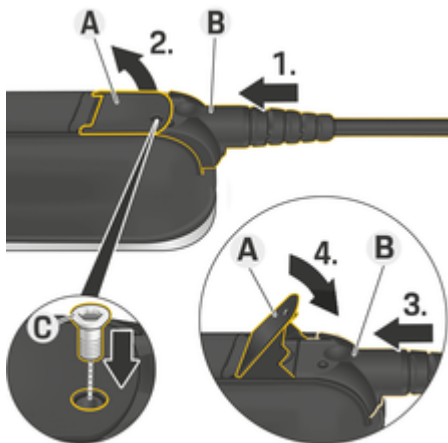

Fig. 16: Fissaggio del cavo e del connettore
✓ La linguetta **A** (Fig. 16) è chiusa.
1. Inserire il connettore **B** (Fig. 16) nell'unità di comando fino ad avvertire una prima resistenza.
2. Sollevare la linguetta **A** (Fig. 16).
3. Inserire completamente il connettore **B** (Fig. 16).
4. Richiudere la linguetta **A** (Fig. 16).
5. Fissare il connettore **B** (Fig. 16) con la vite **C** (Fig. 16) all'unità di comando.